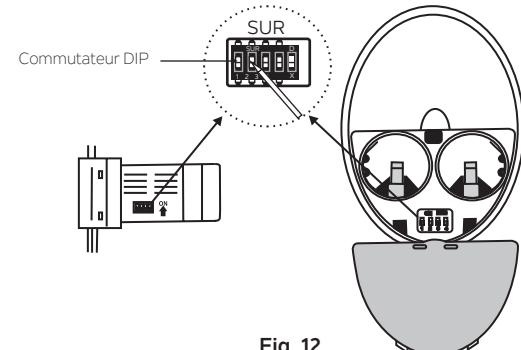

Fig. 12
**REMARQUE:** Le système de contrôle CoolTouch™ est équipé de 16 combinaisons de fréquences possibles pour éviter les interférences provenant ou avec d'autres unités de télécommande. Les commutateurs de fréquence de votre récepteur et de votre émetteur ont été préréglés en usine. Veuillez revérifier pour vous assurer que les commutateurs de l'émetteur et du récepteur sont réglés sur la même position. Toute combinaison de réglages fera fonctionner le ventilateur tant que l'émetteur et le récepteur sont réglés sur la même position. (Fig. 12)